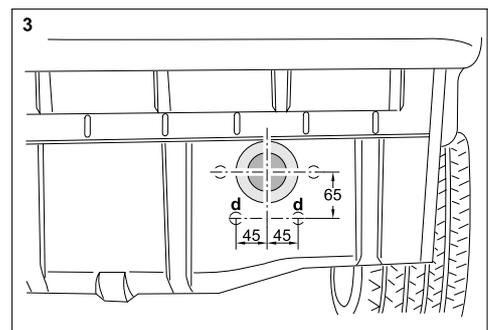

Figure 3 : Trous dans tablier AR, à droite, et bague d' étanchéité
- 6.) Marquer les trous nécessaires dans la tôle AR, au point " d ", en - dessous de l' ouverture côté droit de l'amortisseur de chocs et percer avec \varnothing 14 mm (voir figure 3).
- 7.) Nettoyer le tablier AR autour de l' ouverture côté droit de l' amortisseur de chocs et appliquer autour de l' ouverture la bague d' étanchéité en mousse jointe; voir figure 3.
- 8.) Introduire par derrière dans les longerons de la carrosserie les contre-couches (3) et légèrement serrer par en - dessous avec la cornière de renforcement (4) à gauche et les écrous à embase M 10 à droite (5).
- 9.) Introduire également dans les longerons de la carrosserie les entretoises gauche (2) et droite (6) et les fixer légèrement à la carrosserie, par en haut, avec les vis à tête hexagonale M 10 x 30 et les rondelles 25 x 10,5 x 3.
- 10.) Poser le dispositif de remorquage (1) contre le tablier AR, par l' arrière, et le fixer légèrement au véhicule, de l' intérieur, avec les vis à tête hexagonale M 10 x 30 et les rondelles 25 x 10,5 x 3.
903 095 650 001	Pièce de fixation VPE y compris figure 3